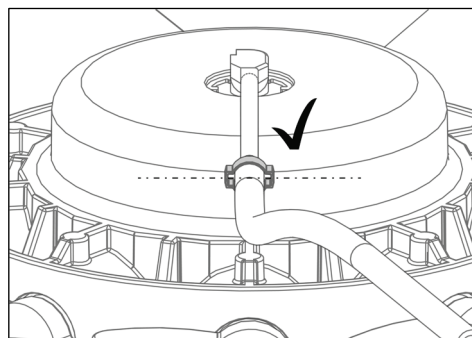

Fig. 18
- 10) Posicionar a abraçadeira de 2 orelhas conforme ilustrado na Fig. 18 .